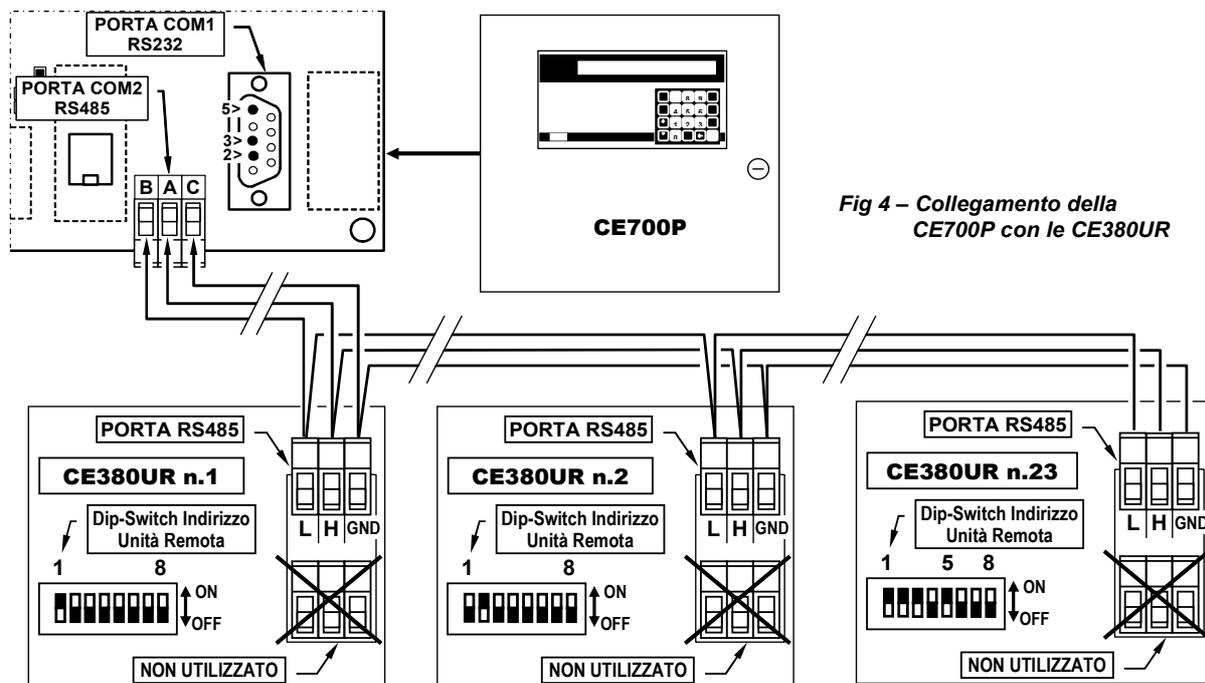

Fig 4 – Collegamento della CE700P con le CE380UR
**Il Collegamento** va effettuato tra la **Porta seriale COM2 RS485**, morsetto a tre poli posto sulla scheda montata nella porta della centrale CE700 e il morsetto della prima unità remota CE390UR, quindi tra la prima unità remota CE390UR e il morsetto della seconda unità remota CE390UR e così via fino all'ultima unità remota CE390UR. (**Vedi fig.4**).